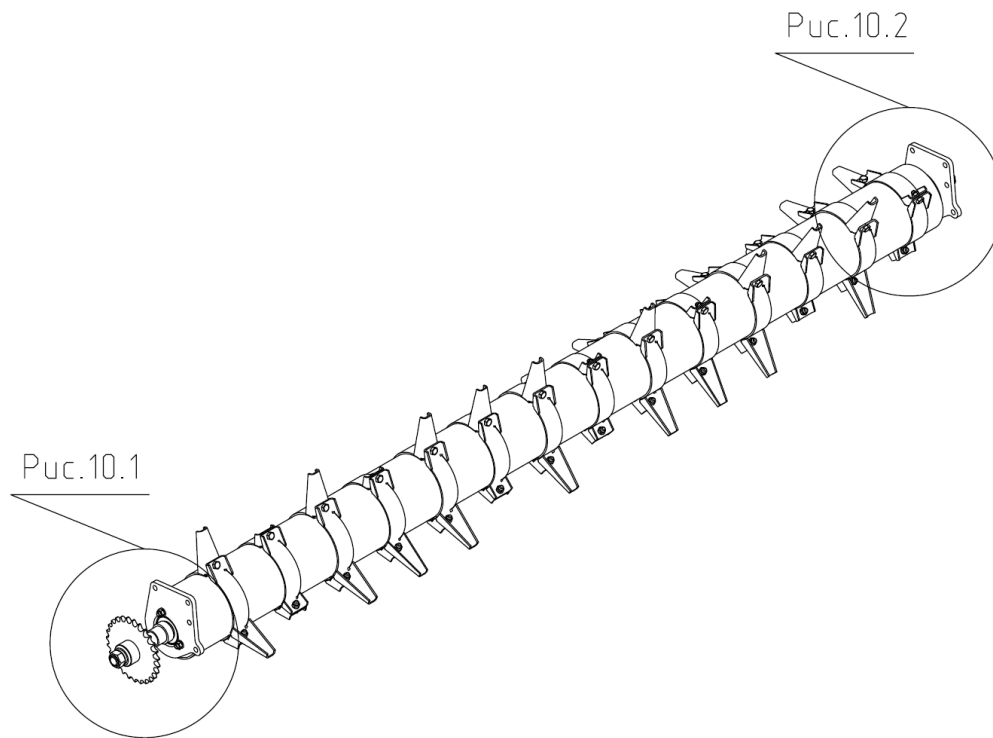

Рис.10 ЖНС 03.020 Мотовило
2.2.13 Мотовило (рис.10) предназначен для подвода подсолнечника к режущему аппарату, а затем, уже срезанной массы, к шнеку жатки.